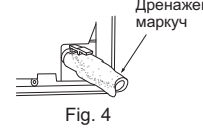

Fig. 4
- Вкарайте дренажния маркуч напълно в дренажната тапа в задната дясна част на вътрешното тяло. (Fig. 4)
- Вкарайте дренажния маркуч в отвора на стената (C) и закачете горната част на вътрешното тяло към монтажната тава (1). След това преместете вътрешното тяло наляво, за да улесните поставянето на тръбите зад тялото.